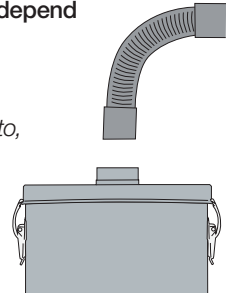

figure 5 | figura 5
**2. Remove the flexible hose from unit lid adaptor (figure 5).**
Retirer le flexible de l'adaptateur sur le couvercle de l'appareil (figure 5).